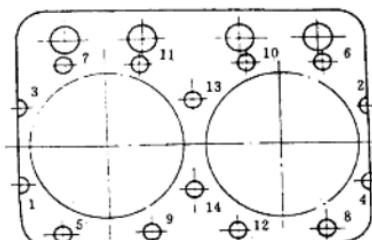

图 1-6 135 柴油机气缸盖螺母拆卸顺序
- (1) 拆下气缸盖罩。
- (2) 拆摇臂轴油管。
- (3) 拆摇臂座，将摇臂座、摇臂轴和摇臂一起从气缸盖上拆下，并取出气门推杆。
- (4) 按规定的顺序拆下气缸盖紧固螺母，如图 1-6 所示，并取下垫圈，抬下气缸盖，取下气缸垫。